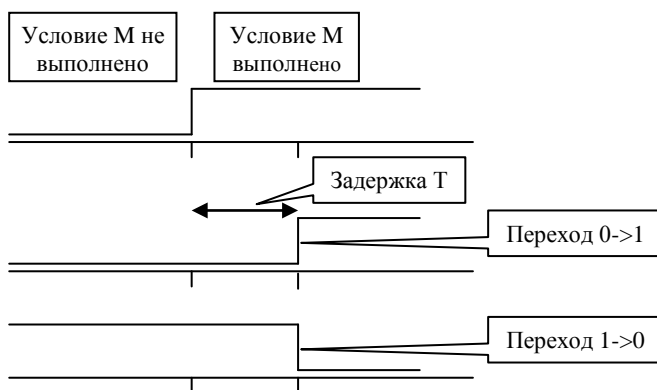

Рисунок 65
1.1.4.43.12 Условие «Задержка по условию» может использоваться для формирования перепада через определённое время после изменения флага состояния одного из условий. Время задержки T , номер отслеживаемого условия M , а также состояние выхода указываются при конфигурировании. Данное условие работает только с условиями видов 1...5. Рисунок 65 поясняет использование данного условия.